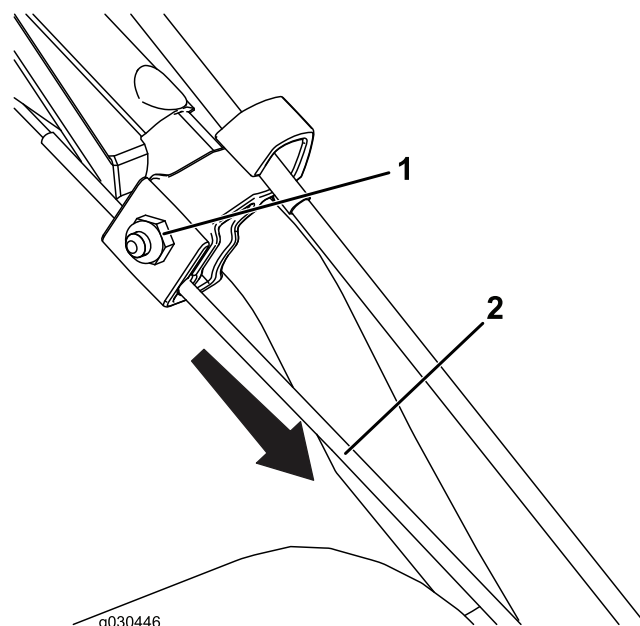

Рисунок 25
1. Ослабьте затяжку гайки верхнего зажима тросика, но не отворачивайте ее полностью (Рисунок 25).
2. Потяните тросик вниз, чтобы в значительной степени выбрать провисание тросика (Рисунок 25).
3. Затяните гайку (Рисунок 25).